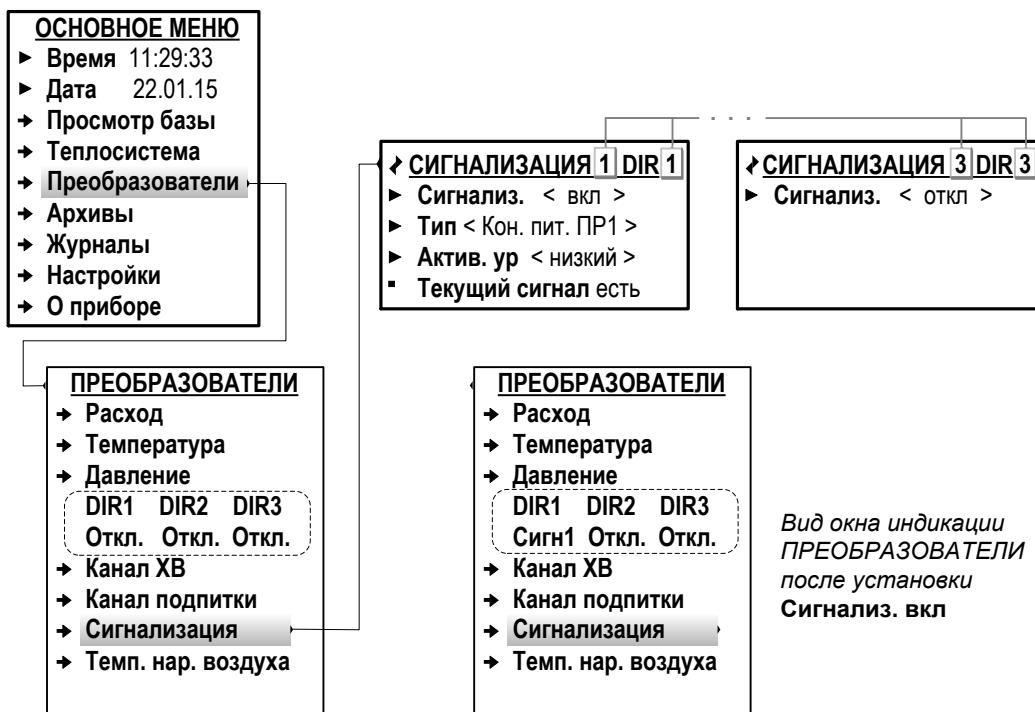

Рис.27. Вид меню настройки входов «Сигнализация» (режим СЕР-ВИС).
7.5.3.2. Вид меню **Преобразователи / Сигнализация** для настройки входов DIR1, DIR2, DIR3 приведен на рис.27. Меню настройки становится доступным после установки значения **вкл** для параметра **Сигнализ.**